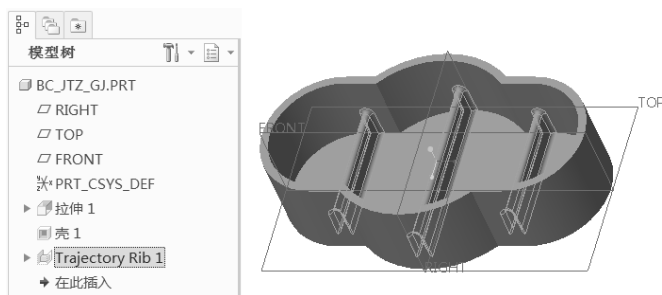

图 6-63 完成创建轨迹筋特征
9) 在“轨迹筋”选项卡中单击  (完成) 按钮, 创建的轨迹筋效果如图 6-63 所示。